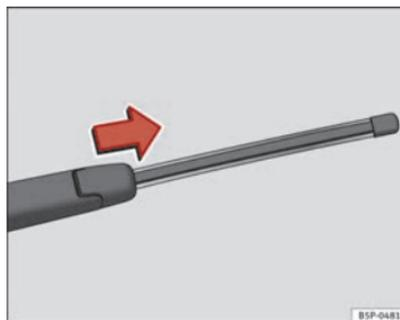

Fig. 132 Retrait du balai d'essuie-glace arrière
⇒ fig. 132.
- Faites glisser l'adaptateur du balai dans le sens de la flèche et retirez le balai ⇒ fig. 132.